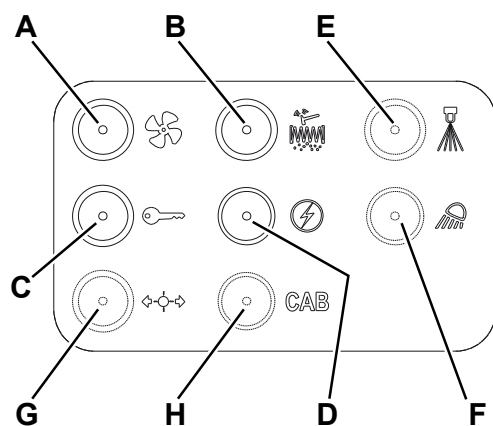

Abbildung 10
3. Zündschlüssel (66) in Stellung „O“ drehen und abziehen.
4. In der Sicherungsbox (38) überprüfen, ob eine der folgenden rückstellbaren Sicherungen ausgeschaltet ist (Abb. 10):
- (A): F1 (5 A), Staubabsaugung
- (B): F2 (16 A), Filterrüttler
- (C): F4 (30 A), Zündschlüssel
- (D): F5 (16 A), Motor-Hilfsbetriebe
- (E): F3 (10 A), Staubabscheidungsanlage (sofern vorhanden)
- (F): F6 (10 A), Arbeitsscheinwerfer (optional)
- (G): F7, Beleuchtungsanlage (optional)
- (H): F8, Kabinengebläse (optional)